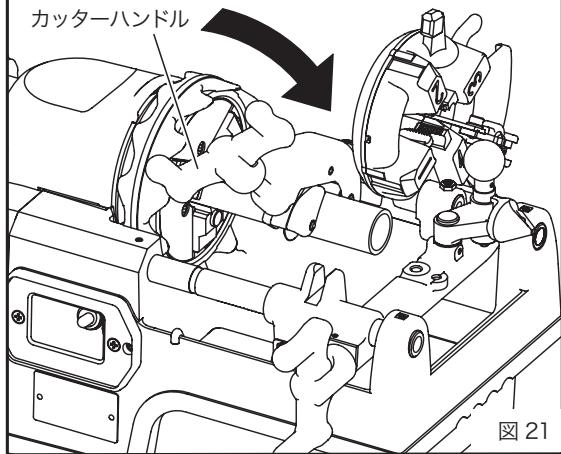

図 21
10-1. パイプの切断 (図 21)
- ① 使用しないダイヘッド・リーマを起こしてください。
- ② パイプの切断箇所を定めてパイプをしっかりと固定します。
- ③ パイプカッターをパイプ径より大きく開いて図のようにあてがい、パイプの切断箇所にカッターの刃を合わせてハンドルでローラーと刃が軽くあたるところまで近づけてください。
- ④ スイッチを入れ、カッターハンドルをパイプ 1 回転で 1/2 以内の割合いで回してください。(図 21)